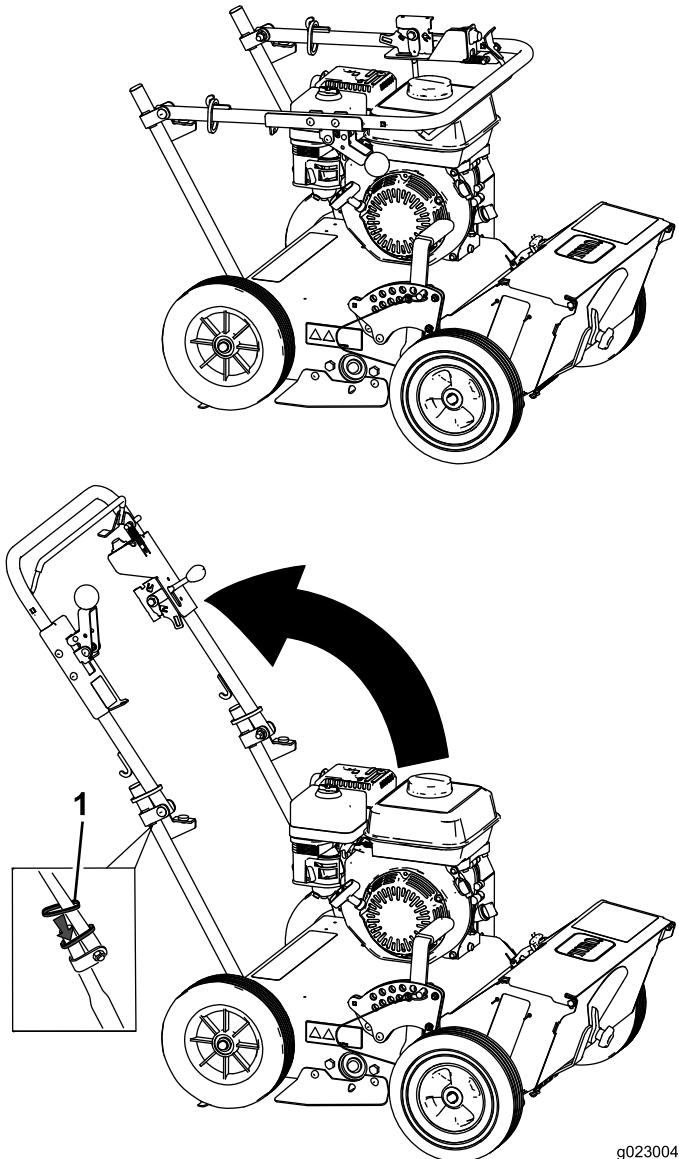

Figura 4
1. Eleve el manillar a la posición del operador (Figura 4).
2. Deslice los anillos de bloqueo ovalados por cada lado del manillar superior y sobre el manillar inferior (Figura 4) para unir ambas secciones del manillar.